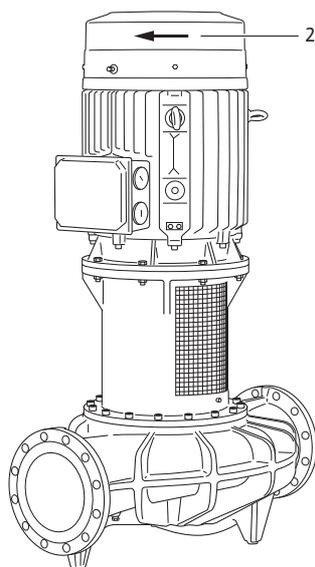

Fig. 37: Verificare il senso di rotazione
- Mediante breve inserimento verificare se il senso di rotazione coincide con la freccia sulla calotta del ventilatore (vedi fig. 37, pos. 2). In caso di senso errato di rotazione procedere come segue: